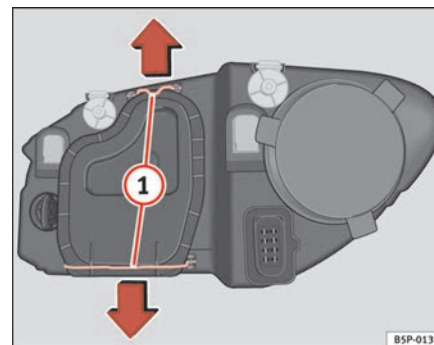

Abb. 160 Abblendlicht
- Die Streben ⇒ Seite 257, Abb. 160 ① in Pfeilrichtung verschieben und den Deckel abnehmen.